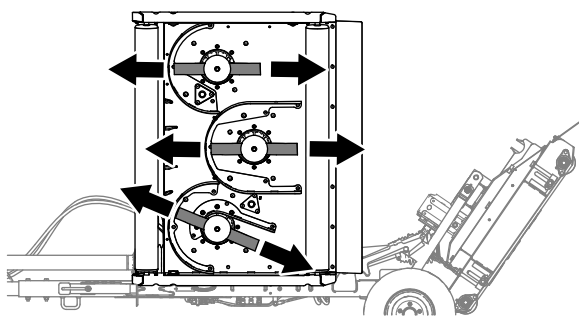

Рисунок 64
1. Выровняйте нож газонокосилки, как показано на Рисунок 64.